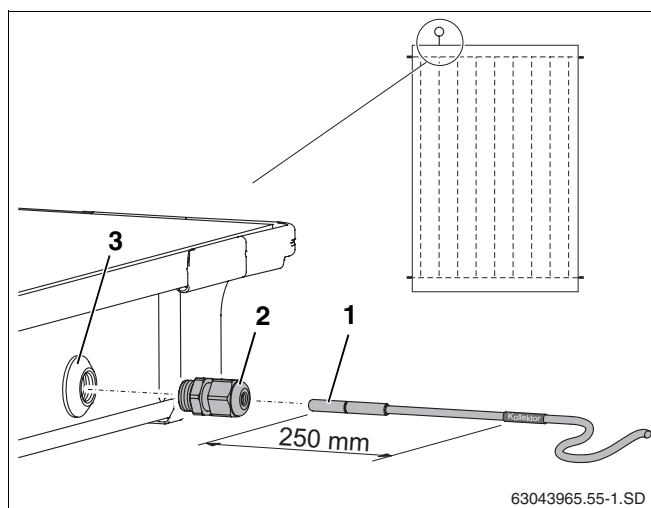

Fig. 54 Inserimento della sonda del collettore nel collettore
Per una perfetta efficienza dell'impianto solare è necessario infilare completamente la sonda del collettore (fig. 54, **pos. 1**) nel passante della sonda fino all'arresto (ovvero per ca. 250 mm).
- Perforare lo strato isolante del passante della sonda del collettore (fig. 54, **pos. 3**) con la sonda stessa o con un cacciavite.
- Avvitare il giunto a bocchettone (fig. 54, **pos. 2**) nel passante della sonda.
- Serrare a fondo il giunto a bocchettone (fig. 54, **pos. 2**); se necessario, utilizzare un controdado.
Se per errore è stato perforato il passante della sonda (fig. 54, **pos. 3**) di un collettore sbagliato, tale passante dovrà essere chiuso con il tappo del kit di allacciamento. Prima però è necessario rimuovere il dado situato dentro il passante della sonda con l'ausilio di un passacavo (fig. 54, **pos. 2**).